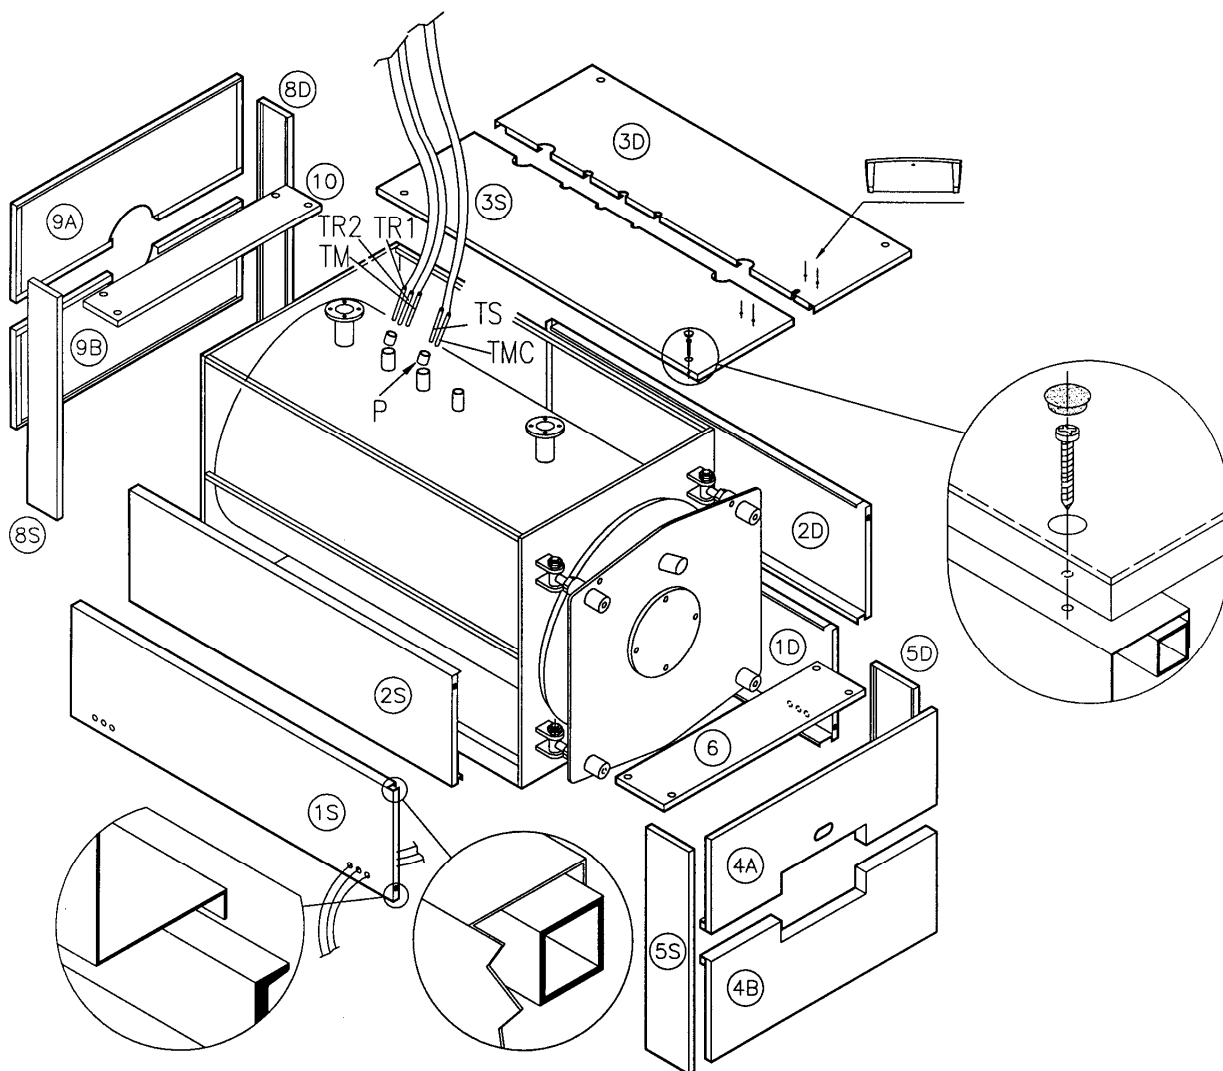

Рис. 9
4.3 ОБШИВКА КОТЛА REX/REX К 50÷130 (Рис. 9)
- Обернуть стекловатой корпус котла, оставляя свободными зумпфы для колб (P), расположенные на правой стороне.
- Установить верхнюю панель (3S) на котел; зафиксировать на ней панель управления; размотать капилляры термостатов и термометра и вставить их колбы в зумпфы (P).
- Установить панели (5S) и (5D), прикрепив их к боковым панелям при помощи скоб; соединить передние панели (4B) и (4A), прикрепив их к панелям (5S) и (5D). Закрыть обшивку двери верхней панелью (6), закрепив ее винтами и закрыв отверстия заглушками (см. рисунок 9).
- Установить панели (8S) и (8D), прикрепляя их к боковым панелям при помощи скоб. Установить задние панели (9B) и (9A), прикрепив их к панелям (8S) и (8D); закрыть обшивку дымохода верхней панелью (10), закрепив ее винтами и закрыв отверстия заглушками.